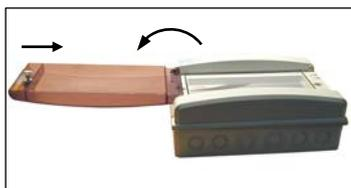

Fig. 2
- Retirer le vitrage pivotant (Fig. 2).